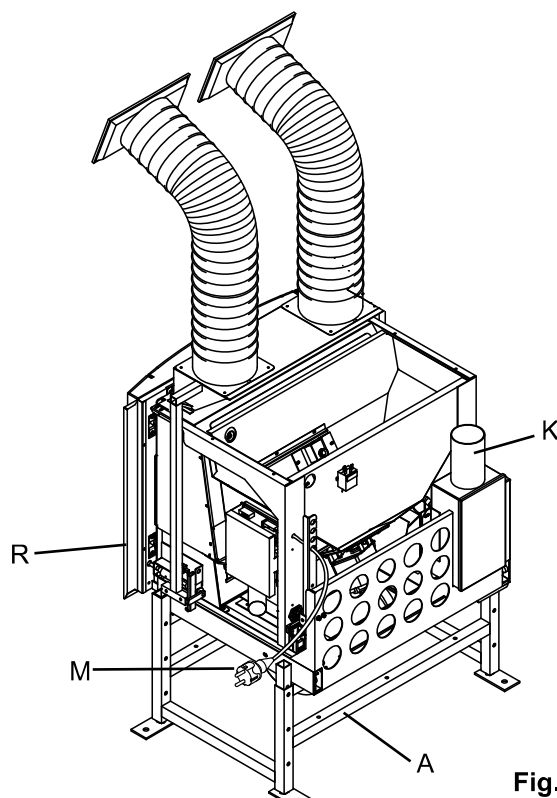
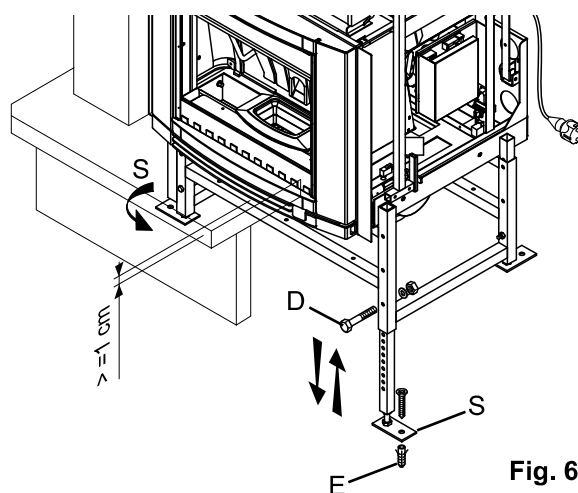
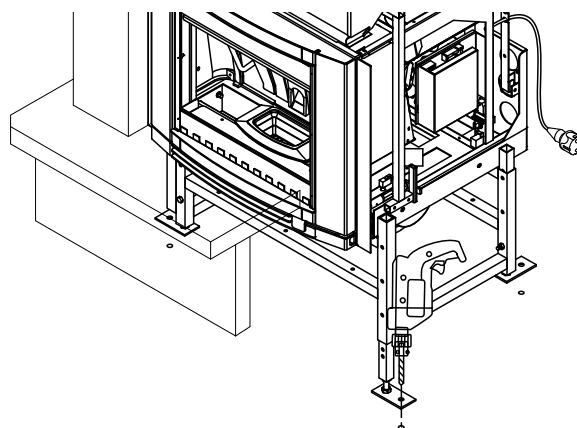

Fig. 6.1.1
Fig. 6.1.2
Fig. 6.1.3
Le châssis d'extraction est composé de (Fig. 6.1.1):
- châssis soubassement d'extraction du poêle (A);
- raccord vertical arrière d'évacuation des fumées (K) Ø 80 mm;
- fiche de prise de courant (M) ;
- cadres latéraux (R) d'adaptation au revêtement.
**Installation** (Fig. 6.1.1, Fig. 6.1.2, Fig. 6.1.3):
- 1) Ajuster la hauteur du poêle à l'aide des boulons (D) placés sur les montants du châssis;
- 3) Niveler le châssis en vissant ou en dévissant les pieds à patte d'oie (S).
- 4) Pratiquer 4 trous Ø 8 pour la fixation au sol du châssis (Fig. 6.1.3). Utiliser le châssis comme gabarit.
- 5) Fixer les pieds (S) du soubassement à l'aide de solides chevilles expansibles en acier Ø 8 mm (E);
- 6) Relier le collecteur de sortie (K) au conduit de sortie des fumées;
- 8) Prévoir l'arrivée de la ligne électrique à l'arrière du poêle (M);